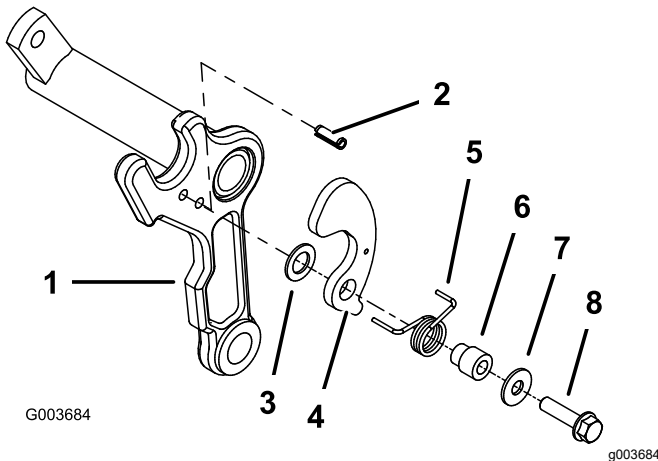

Figura 3
- Instale un pasador cilíndrico en el taladro inferior del lado correspondiente del bastidor de tiro de cada unidad de corte (Figura 3).
plástico, un soporte de recogedor, un muelle de torsión, un collar de recogedor, una arandela plana (11/32" x 7/8") y un perno (5/16" x 1 1/4"); consulte Figura 3.